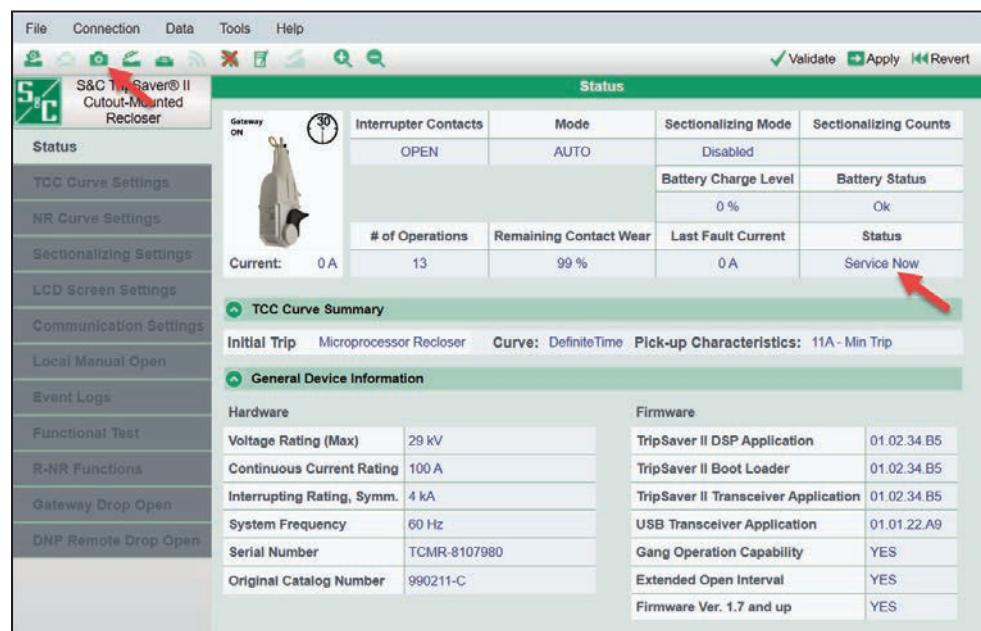

Figura 145. La pantalla de *Estado* que muestra el estado de **Servicio Ahora** y la ubicación del ícono de **Guardar Instantáneas**.
- PASO 2.** Confirme que el reconnectionador TripSaver II está en el estado de **Service Now (Servicio Ahora)** revisando la pantalla de *Estado*. Luego, revise el campo de **Remaining Contact Wear (Desgaste de Contacto Remanente)**. Si el desgaste restante de los contactos es de 0%, el Reconnectionador Montado en Cortacircuito TripSaver II, debe ser puesto fuera de servicio. Si es mayor a 0%, continúe con el Paso 3. Ver la Figura 145.
- PASO 3.** Cree un archivo de instantáneas haciendo clic en el ícono de **Save Snapshot (Guardar Instantáneas)**. Ver la Figura 145. Póngase en contacto con S&C a través del Centro Global de Soporte y Monitoreo al 1-888-762-1100. El técnico de soporte solicitará el archivo de instantánea por correo electrónico.